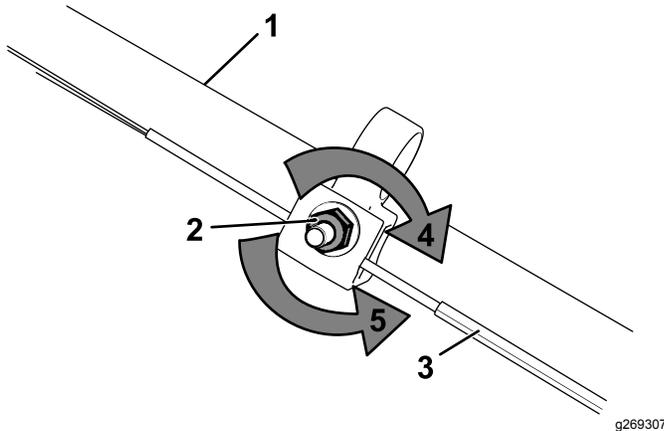

Figura 25
1. Girate il dado di regolazione in senso antiorario per allentare la regolazione del cavo (Figura 25).
2. Regolate la tensione del cavo (Figura 25) tirandolo indietro o spingendolo in avanti e mantenendo quella posizione.